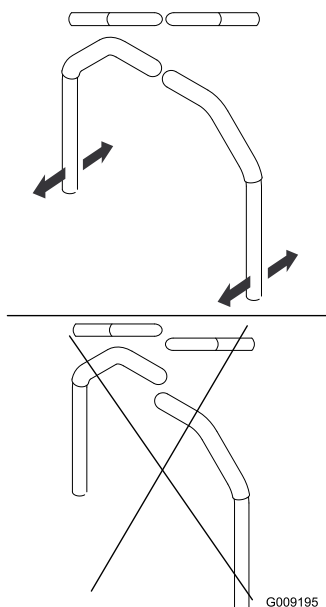

Figure 106
4. Réglez l'alignement avant/arrière des leviers en les plaçant tous deux à la position POINT MORT, puis faites-les coulisser jusqu'à ce qu'ils soient alignés, et serrez les boulons (Figure 106).